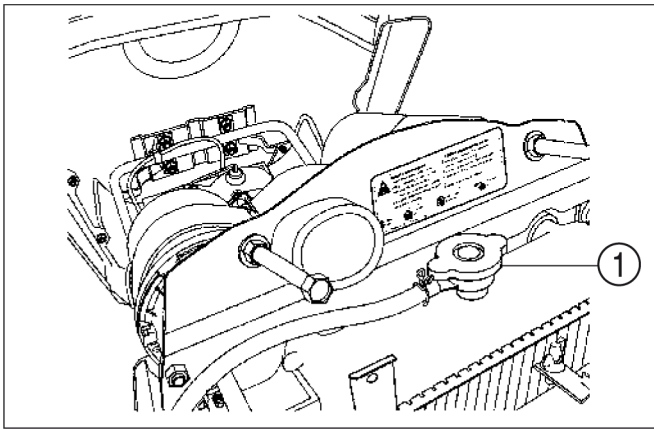

FIG. 65
**Abb. 65:** Das Kühlsystem wird im Werk zum Schutz von Motor und Kühler mit Frostschutzmittel versehen, das bis  $-34^{\circ}\text{C}$  ein Einfrieren verhindert. Der Kühlmittelstand sollte bis 12 mm unter den Einfüllstutzen (1) reichen. Das Kühlmittel zum Schutz vor Frost einmal jährlich kontrollieren.